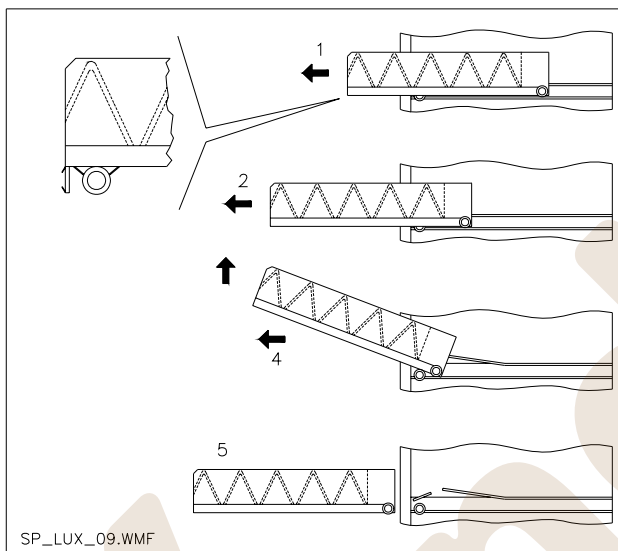
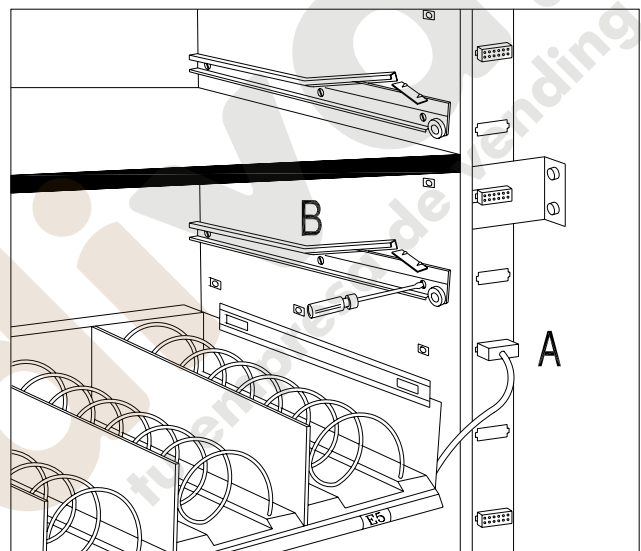

FIG. 9
FIG. 10
9.4 PROCEDIMIENTO PARA LA REMOCIÓN DE LOS CAJONES (FIG.9)
<p>Para sustituir el cajón se debe proceder de la siguiente manera:</p> <ol style="list-style-type: none"> 1) Abrir la puerta principal. 2) Quitar la corriente eléctrica llevando el interruptor a "OFF". 3) Disconectar el conector eléctrico -A- FIG. 10. 4) Extraer el cajón forzando el bloque del resorte de posicionamiento. 5) Tirar el cajón hasta el paro, después levantarlo en alto, girarlo en bajo hasta el desenganche de la guía y en fin removerlo de la máquina FIG. 9. <p>Para el montaje de otro cajón, la procedura es la siguiente:</p> <ol style="list-style-type: none"> 1) Insertar el cajón. 2) Empujar hasta que el cajón se empalma en posición de bloque. 3) Insertar el conector eléctrico -A- FIG. 10. 4) Portar el interruptor en posición "on". 5) Cerrar la puerta principal.
<p>Los distribuidores que poseen 6 cajones pueden ser transformados en distribuidores de 7 cajones, de la siguiente forma:</p> <ol style="list-style-type: none"> 1) Abrir la puerta. 2) Quitar la corriente eléctrica llevando el interruptor a "OFF". 3) Extraer todos los cajones del Distribuidor Automático 4) Desplazar las guías ref. B FIG. 10 (la última en bajo está deja en la posición correcta y no necesita desplazamiento). 5) Desplazar los conectores, ref. A. FIG. 10, sobre el borde de la caja. 6) Quitar un par de guías y un cableado del conector. 7) Re-montar 7 cajones, controlando que el resorte de bloque esté empalmado y los conectores estén bien insertados. 8) Impostar los nuevos precios.